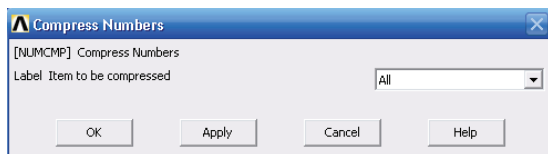

图 2-45 压缩实体编号对话框
38) 选择 Main Menu | Preprocessor | Numbering Ctrl | Compress Numbers 命令, 出现 Compress Numbers 对话框, 在 Label Item to be compressed 下拉菜单中选择 All, 如图 2-45 所示, 单击 OK 按钮关闭该对话框。